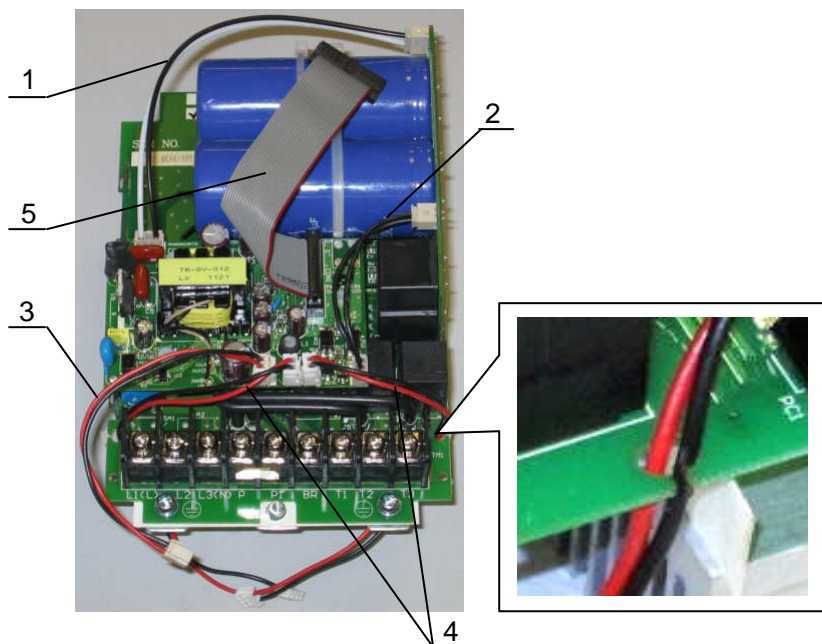

Рис. 7.13
7.5.2. Присоединить провода (рис. 7.13):